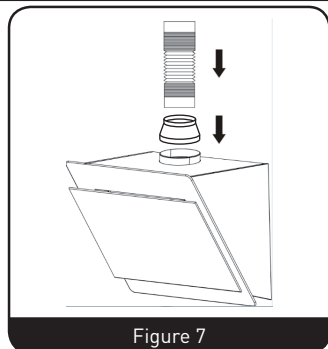

Figure 7
4. Placez la gaine en plastique sur la hotte aspirante. (Figure 7)